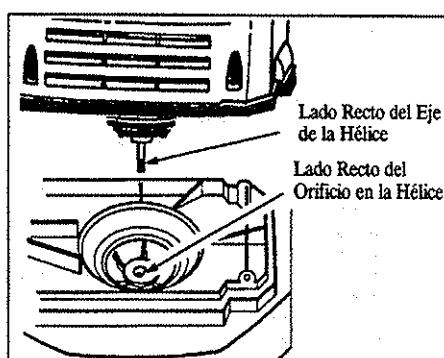

Figura 19
- Alinee el orificio en la hélice con el eje de la hélice con el eje de la hélice, asegúrandose de que coincidan las superficies rectas de cada uno. Figura 19.